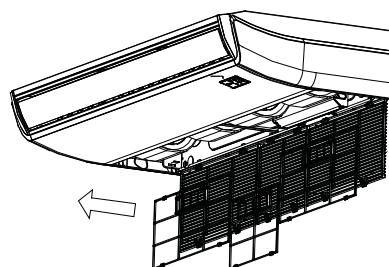

Fig.6-3
- Re-installer le filtre à air dans la position inverse (voir Fig. 6-3).
- Directement extraire le filtre à air comme indiqué sur la Fig. 6-3.